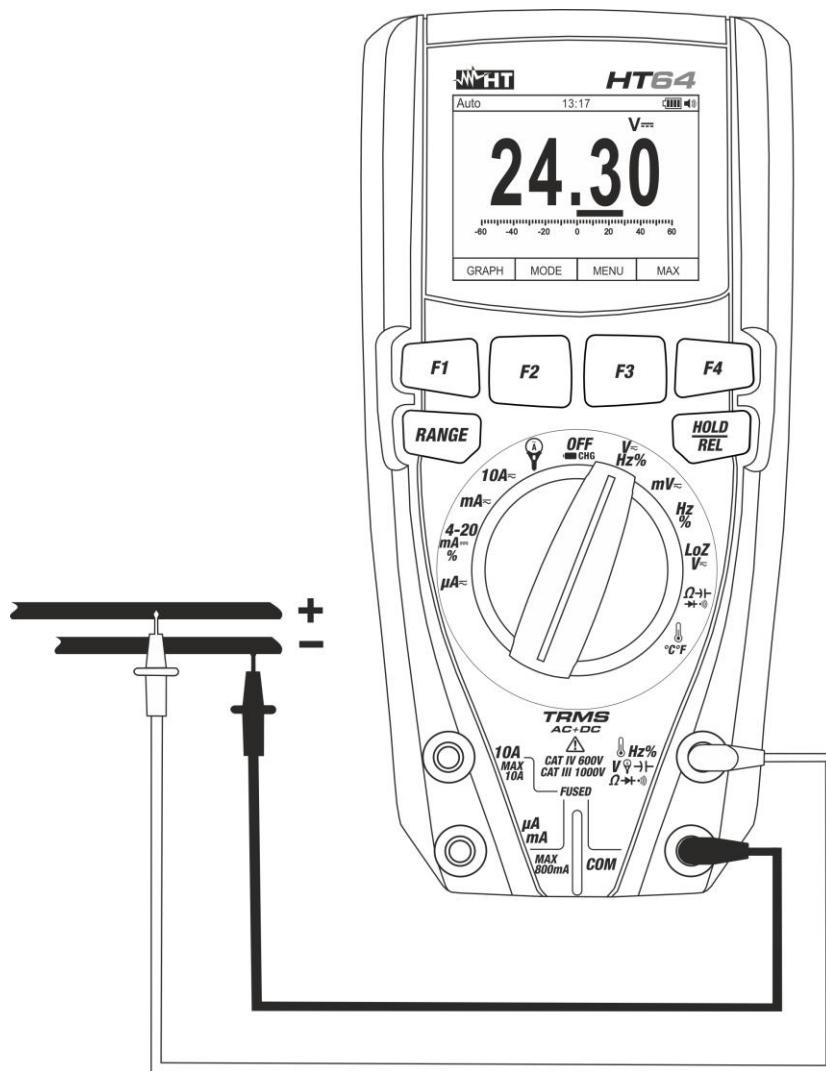
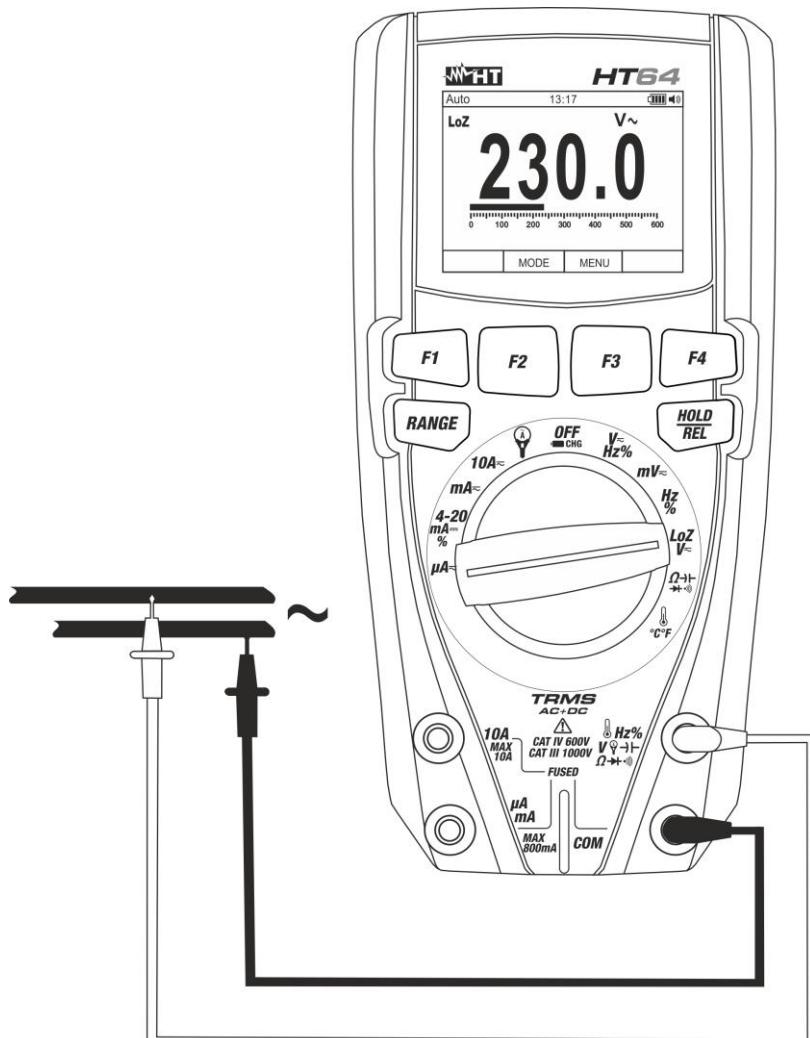

Fig. 22: Utilisation de l'instrument pour la mesure de la Tension DC
Fig. 24: Mesure de Tension AC/DC à basse impédance (LoZ)
3. Positionner l'embout rouge et l'embout noir respectivement dans les points à potentiel positif et négatif du circuit sous test (voir la Fig. 22). La valeur de tension apparaît à l'écran
5. L'affichage du symbole « **-** » sur l'écran de l'instrument indique que la tension a une direction opposée par rapport à la connexion de Fig. 22.
4. Positionner l'embout rouge et l'embout noir sur les points désirés du circuit sous test (voir Fig. 24) pour mesure de tension AC ou respectivement dans les points à potentiel positif et négatif du circuit sous test (voir la Fig. 22) pour mesure de tension DC. La valeur de tension apparaît à l'écran
6. L'affichage du symbole "-" sur l'écran de l'instrument indique que la tension a une direction opposée par rapport à la connexion de la Fig. 22